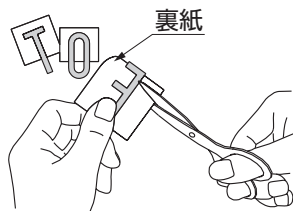

図5-2
②文字に合わせて裏紙をハサミで5分の1程度切ってください。(図5-2参照)